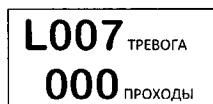

Рис.11 Настройка чувствительности всех зон одновременно.
2) Для задания чувствительности, одинаковой сразу для всех зон, выберете меню L007 (Рис.11) и установите нужное значение чувствительности в диапазоне значений 1...999: